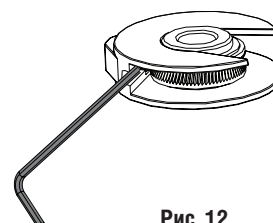

Рис. 12
- Поворачивая винт точной настройки (рис. 12), откорректируйте открытое положение ворот.